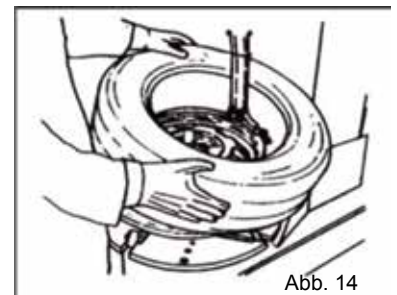

Abb. 14
- Heben Sie den vollständig gelösten Reifen an und setzen die untere Wulst so auf den Montagekopf, dass Sie ohne Montiereisen auch die gegenüberliegende Wulst demontieren können (Abb. 14).